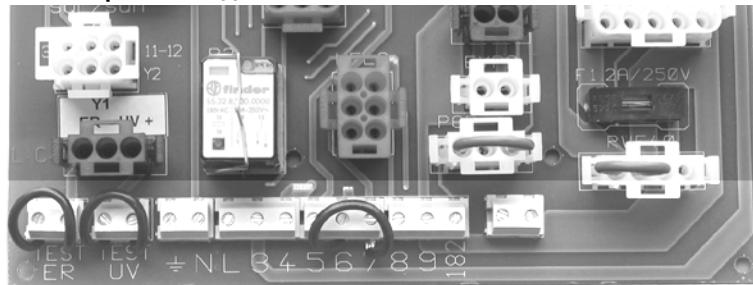
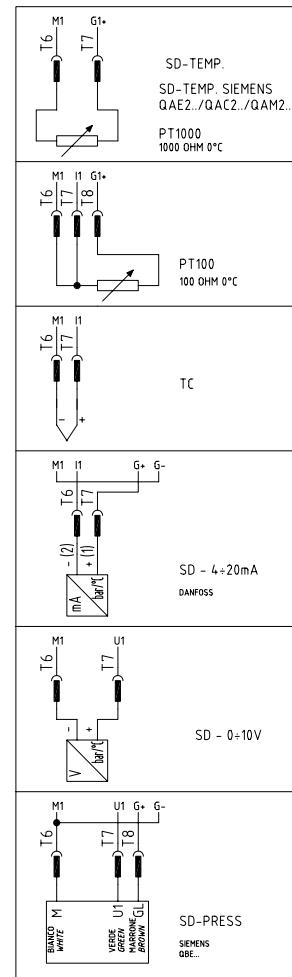

Рис. 23: Клеммник MA подключения на печатной плате
Рис. 25: Соединение датчиков
По подключениям см. клеммник на Рис. 23.
1). Подсоединить провода, относящиеся к разрешительному сигналу от котла к горелке, на следующие компоненты (Рис. 23, Рис. 25)
2). Подсоединить провода, относящиеся к разрешительному сигналу от котла к горелке, на следующие компоненты (Рис. 23, Рис. 25)